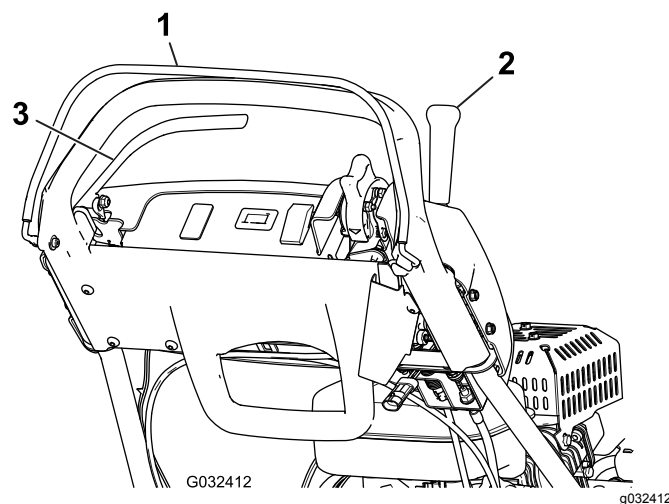

Figure 29
3. Relâchez la commande OPC et essayez d'engager le levier de commande de déplacement (Figure 29). Le levier de commande de déplacement **ne doit pas** s'engager. Si le levier de commande de déplacement s'engage, le système de sécurité doit être révisé. Remédiez au problème avant d'utiliser la machine ; voir Entretien du contacteur de sécurité de déplacement \(page 34\).
4. Appuyez sur la commande OPC et engagez le levier de commande de déplacement, puis relâchez la commande OPC (Figure 29). Le levier de commande de déplacement **doit** s'engager. Si le levier de commande de déplacement ne s'engage pas, le système de sécurité doit être révisé. Corrigez le problème avant d'utiliser la machine ; voir Entretien du contacteur de sécurité de déplacement \(page 34\).
5. Après avoir appuyé sur la commande OPC et déplacé le levier de changement vers la gauche, engagez le levier de commande de déplacement et du cylindre, puis relâchez la commande OPC (Figure 29). Le levier de commande de déplacement **doit** s'engager. Si le levier de commande de déplacement ne s'engage pas, le système de sécurité doit être révisé. Remédiez au problème avant d'utiliser la machine ; voir Entretien du contacteur de sécurité de déplacement \(page 34\) ou Réglage de la commande du cylindre \(page 38\).
6. Après avoir appuyé sur la commande OPC et déplacé le levier de changement vers la gauche pour engager la commande de déplacement et du cylindre, déplacez le levier de changement vers la droite pour désengager la commande du cylindre (Figure 29). La commande du cylindre **doit** se désengager. Si l'entraînement du cylindre ne se désengage pas, le système de sécurité doit être révisé. Remédiez au problème avant d'utiliser la machine ; voir Réglage de la commande du cylindre \(page 38\).
2. Appuyez sur la commande OPC, engagez le levier de commande de déplacement et amenez les commandes du moteur en position de démarrage (Figure 29), puis essayez de démarrer le moteur. Le moteur **ne doit pas** démarrer. Si le moteur démarre, le contacteur de sécurité est défectueux. Remédiez au problème avant d'utiliser la machine ; voir Entretien du contacteur de sécurité de déplacement \(page 34\).
2. Appuyez sur le levier de commande de déplacement, serrez le frein de service et amenez les commandes du moteur en position de démarrage (Figure 29), puis essayez de démarrer le moteur. Le moteur **doit** démarrer. Si le moteur ne démarre pas, le contacteur de sécurité doit être révisé. Remédiez au problème avant d'utiliser la machine ; voir Entretien du contacteur de sécurité de frein \(page 35\).
3. Moteur en marche, serrez le frein de service (pas le verrou de frein de stationnement), appuyez sur la commande OPC et engagez le levier de commande de déplacement (Figure 29). Le moteur doit alors peiner pour faire avancer la machine mais ne doit pas s'arrêter. Si le moteur s'arrête immédiatement, le contacteur de sécurité est défectueux. Remédiez au problème avant d'utiliser la machine ; voir Entretien du contacteur de sécurité de frein \(page 35\).
4. Moteur en marche, serrez le frein de stationnement, appuyez sur la commande OPC et engagez le levier de commande de déplacement (Figure 29). Le moteur **doit** s'arrêter. Si le moteur ne s'arrête pas, le contacteur de sécurité est défectueux. Remédiez au problème avant d'utiliser la machine ; voir Entretien du contacteur de sécurité de frein \(page 35\).